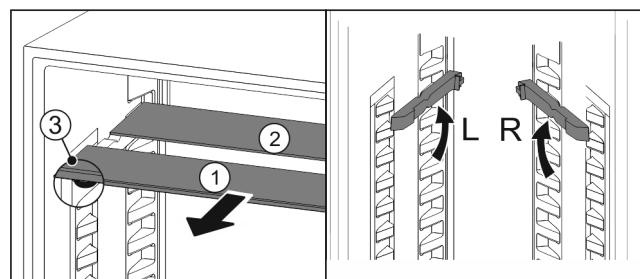

Fig. 69
- Vytiahnite sklené dosky jednotlivo dopredu Fig. 69 (1).
- Sklená doska Fig. 69 (1) s ozdobnou lištou leží vpred.
- Zarážky Fig. 69 (3) ukazujú nadol.